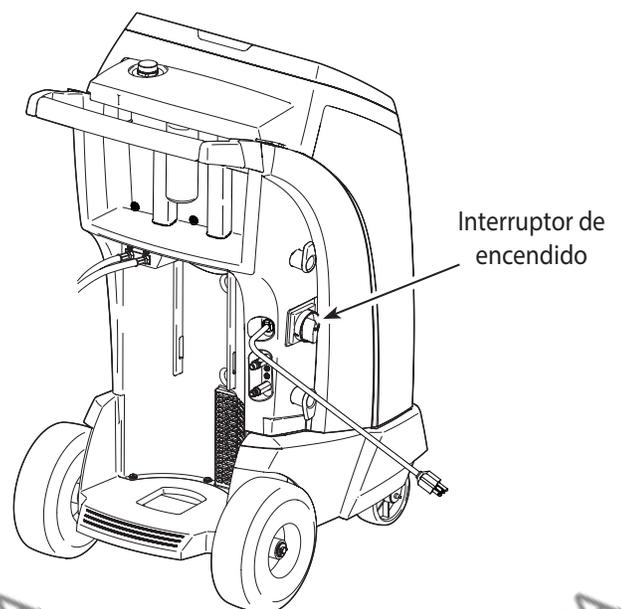

Figura 1
4. Gire el interruptor de encendido a la derecha (CW) para encender la máquina. Consulte la figura 1.